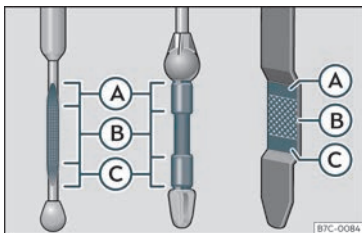

Fig. 258 Barra de medición do nivel de aceite.
- A continuación, volva extraela e comprobe o nivel de aceite » » » fig. 258. Se for necesario, recargue aceite do motor.
- Cando o nivel de aceite alcance como mínimo a zona » » » **fig. 258 (B)**, enrosque o tapón da boca de recarga con coidado » » » **1**.
Se o nivel de aceite está por encima da zona » » » **fig. 258 (A)**, non arranque o motor. Pode causar danos no motor e no catalizador. Informe a un taller especializado.
O nivel de aceite non deberá estar en ningún caso por encima da zona » » » **fig. 258 (A)**. De non ser así, podería aspirarse aceite polo respiradoiro do cárter do cegoñal e chegar a atmosfera a través do sistema de escape.